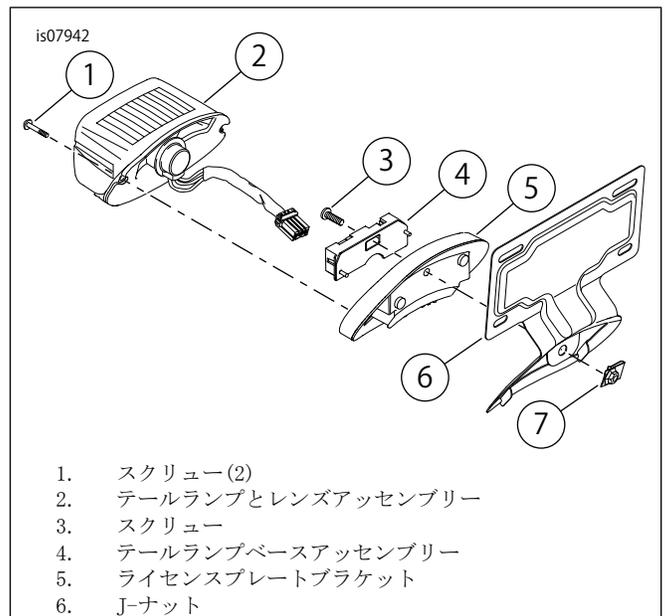

図7. ライセンスプレートブラケットを取り付ける
3. 「図7」を参照。ライセンスプレートブラケットを取り付けます。
7. 「図7」を参照。テールランプとテールランプベースを取り外す。